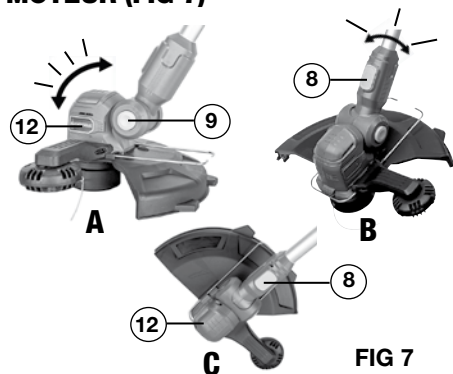

FIG 7
## AJUSTEMENT DE LA TÊTE DU MOTEUR (FIG 7)
La tête du moteur peut être inclinée en quatre positions pour le confort de l'utilisateur et diverses applications (reportez-vous à la FIG 7-A). Pour incliner la tête du moteur, Appuyez et maintenez enfoncé le bouton de verrouillage d'inclinaison de la tête (9), inclinez la tête vers l'une des quatre positions optionnelles, puis relâchez le bouton de verrouillage.
La tête du moteur peut également être tournée en trois positions pour passer entre les fonctions de taille-bordures et de bordureuse (reportez-vous à la FIG 7-B, C). Pour tourner la tête, appuyez et maintenez enfoncé le bouton de verrouillage de rotation de la tête (8), puis tournez la tête à la position souhaitée pour votre application. La position centrale est pour la taille (B), tandis que les positions gauche et droite sont pour la bordure (C).